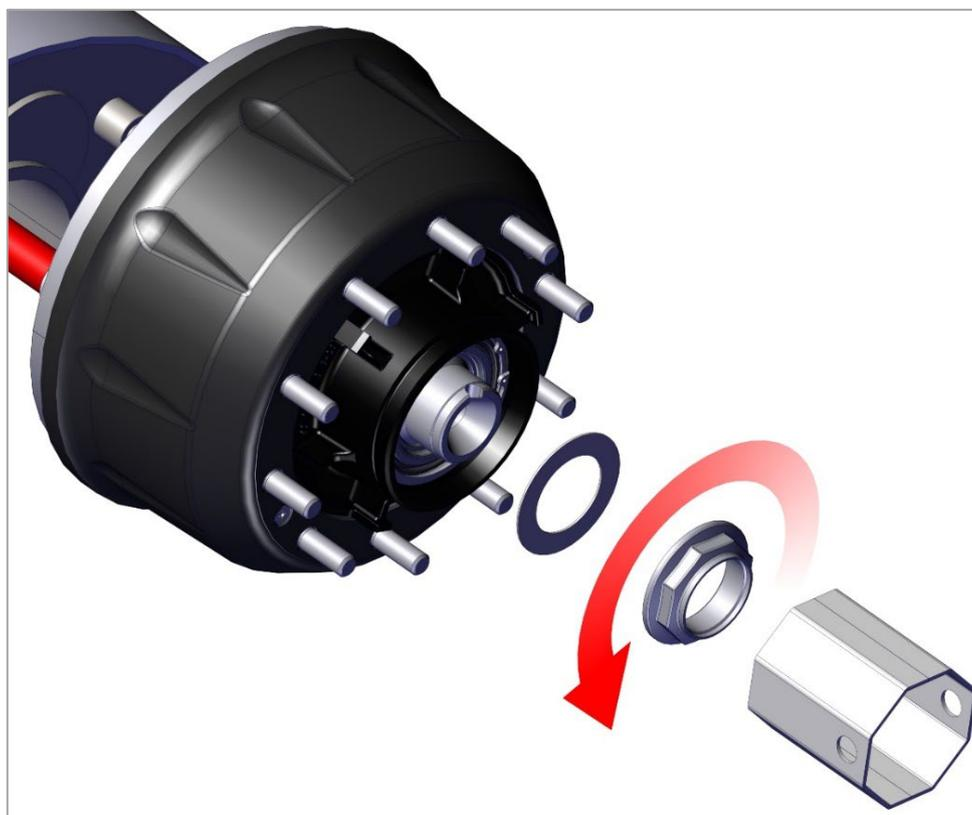

Рис. 14. Снятие гайки подшипников.
2) Отверните гайку подшипников ступицы и снимите упорную шайбу (рис. 14).